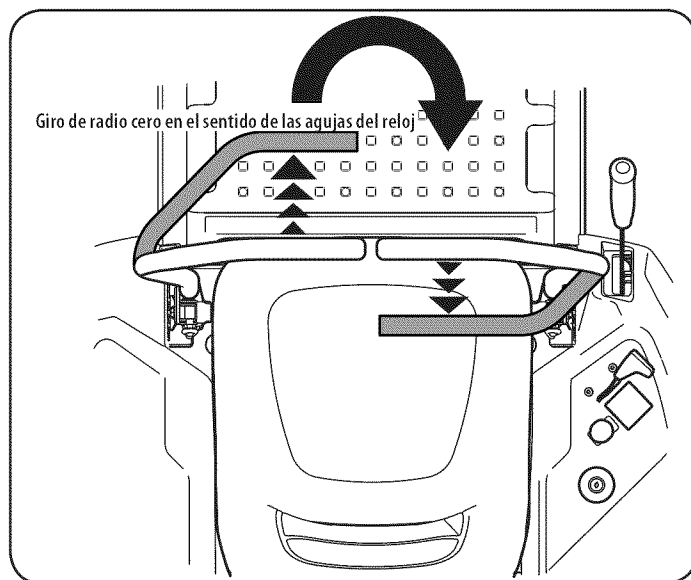

Figura 16
2. Para girar en el sentido de las agujas del reloj, mueva la palanca de control del lado izquierdo hacia adelante mientras mueve simultáneamente la palanca de control derecha hacia atrás. Vea la Figura 16.